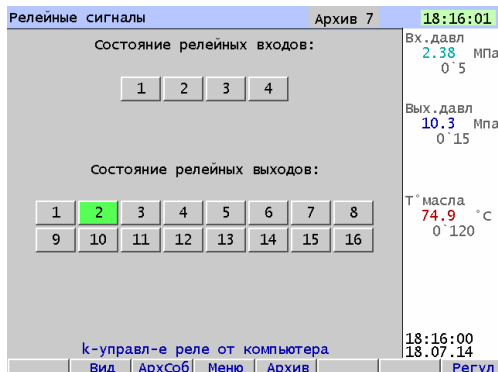

Рисунок 6.6 – Пример отображения состояния релейных входов и выходов
- табло состояний релейных входов и выходов (рисунок 6.6).
Для того, чтобы можно было в любой момент видеть на экране последние измеренные значения наиболее важных каналов, окно текущих значений, расположенное в правой части дисплея, (см. пример на рис. 6.6, 6.9) отображается также в следующих режимах: